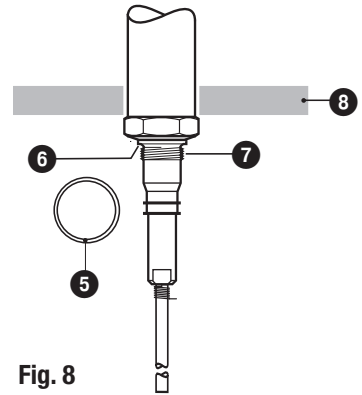

Fig. 8
7. Beiliegenden Dichtring ⑤ auf den Dichtsitz ⑥ der Elektrode legen. **Fig. 8**
8. Elektrodengewinde ⑦ mit einer geringen Menge temperaturbeständigem Siliconfett bestreichen (z. B. WINIX® 2150).